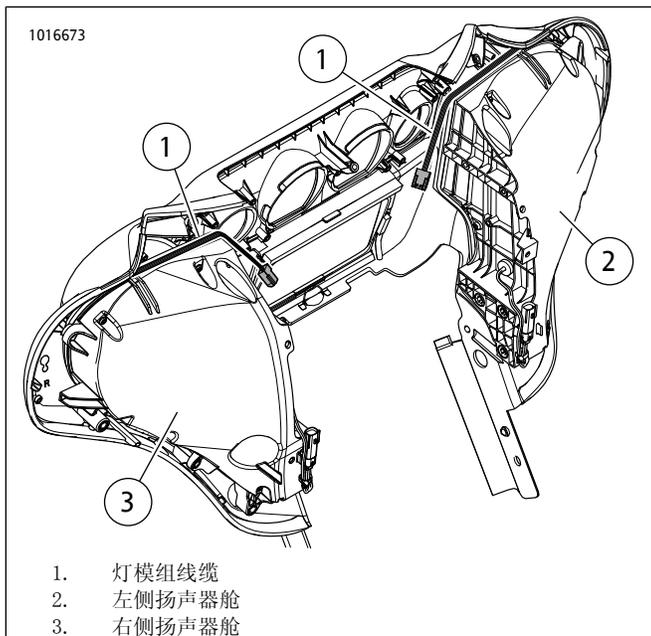

图3。FLH挡风板
- 参见图3。参见维修手册。将扬声器电线连接至扬声器,按照图示安装音箱并布设灯模组线缆(1)。